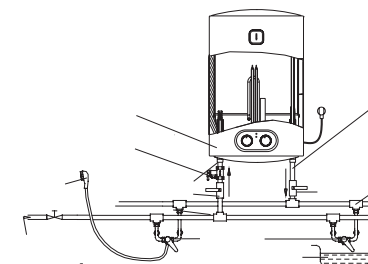

Рис. 4
6. Если необходимо реализовать многокапанальную систему водоснабжения, используйте способ соединения (см. рис. 4).